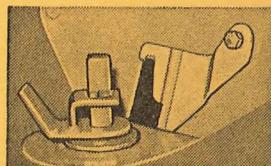

Fig. 6
11. Dans le cas d'engrais humides et pulvérulents déplacer les aubes courbes sur les disques de distribution (voir article C). Ne pas oublier de remettre ces aubes dans leur position normale (N) dans le cas d'engrais granulé.
15. Pour la distribution de la chaux azotée non huilée utiliser les clapets réducteurs (fig. 6) et le coupe-vent (fig. 4). Les clapets réducteurs peuvent être utilisés également pour la distribution de petites graines. Il est recommandé de verser la chaux azotée non huilée mélangée avec de la kaïnite ou de la potasse dans la trémie en couches superposées. Distribuer ce mélange en utilisant le coupe-vent mais sans les clapets réducteurs.